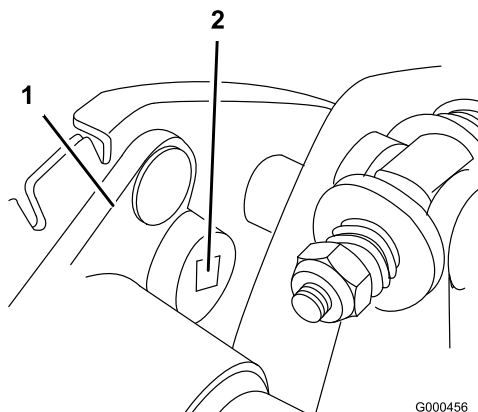

Figura 36
- B. Servindo-se de uma chave de aperto de 3/8 de polegada, rode a caixa de mancal com uma torção de 4-4,5 Nm para ajustar a tensão da correia (Figura 36).